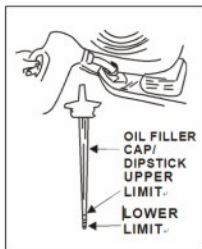

Fig. 9
5. Riempire lentamente con olio nuovo, senza eccedere il limite massimo. Attendere un minuto e usare l'asta graduata per controllare il livello, che dovrà essere compreso tra i limiti minimo e massimo (vedi Fig. 9).